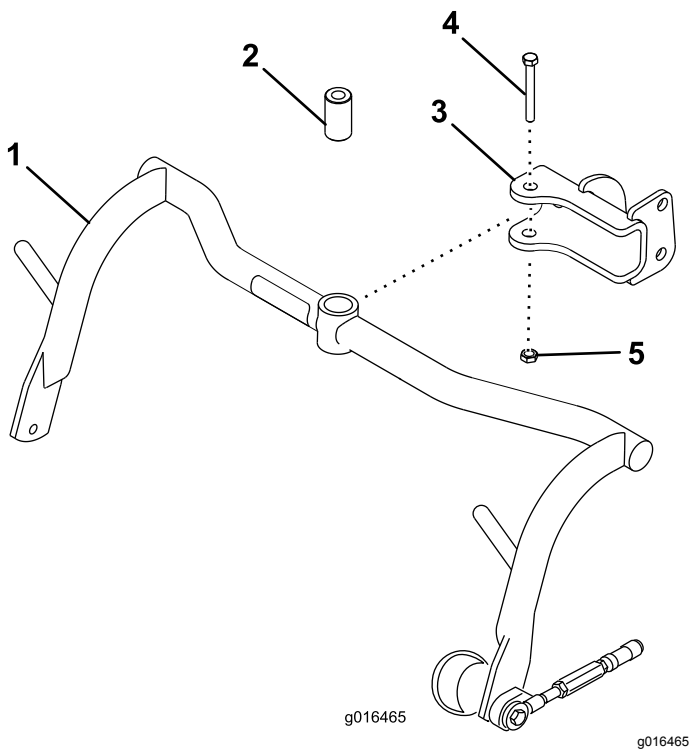

Figura 8
1. Montate un gruppo telaio portante su ciascun perno con testa con un distanziale, un bullone ($\frac{1}{2}$ " x $3\frac{1}{4}$ " e un dado di bloccaggio ($\frac{1}{2}$ "); fate riferimento a **Figura 8**. Serrate a una coppia di 91 a 113 N·m.